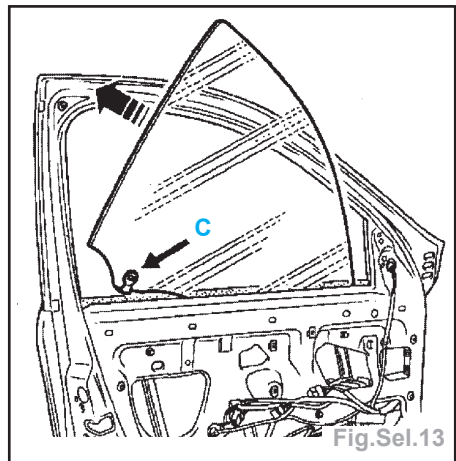

Fig.Sel.13
- Vérifier la mise en place des agrafes avec leur joint en mousse (C) (Fig.Sel.13).